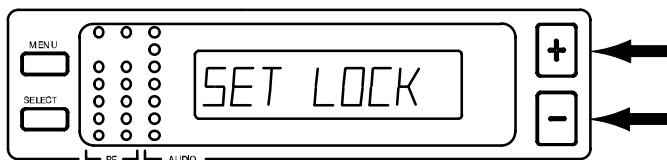

FIGURA 30
- Oprima el botón “+” o “-” hasta llegar a la indicación “SET LOCK”, mostrada en la Figura 30.